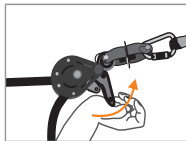

Fig 5
W celu zdemontowania linki bezpieczeństwa należy pociągnąć za dźwignię krzywki (4) (Rys. 5). Odczepić całość i schować do oryginalnego opakowania.